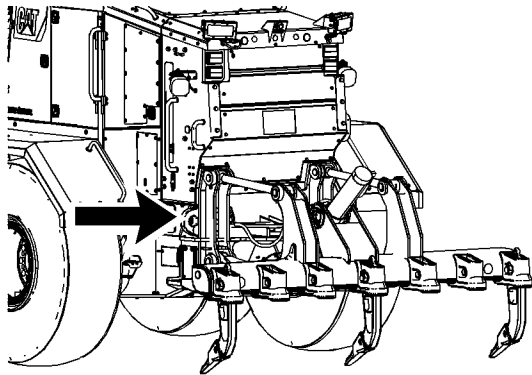

Ilustración 141
8. Instale las cuatro cadenas de amarre en la parte trasera de la máquina. Hay un cáncamo de amarre en cada lado de la parte trasera de la máquina. Los cáncamos de amarre están identificados con una etiqueta que muestra una posición de amarre. Consulte la ilustración 141 .